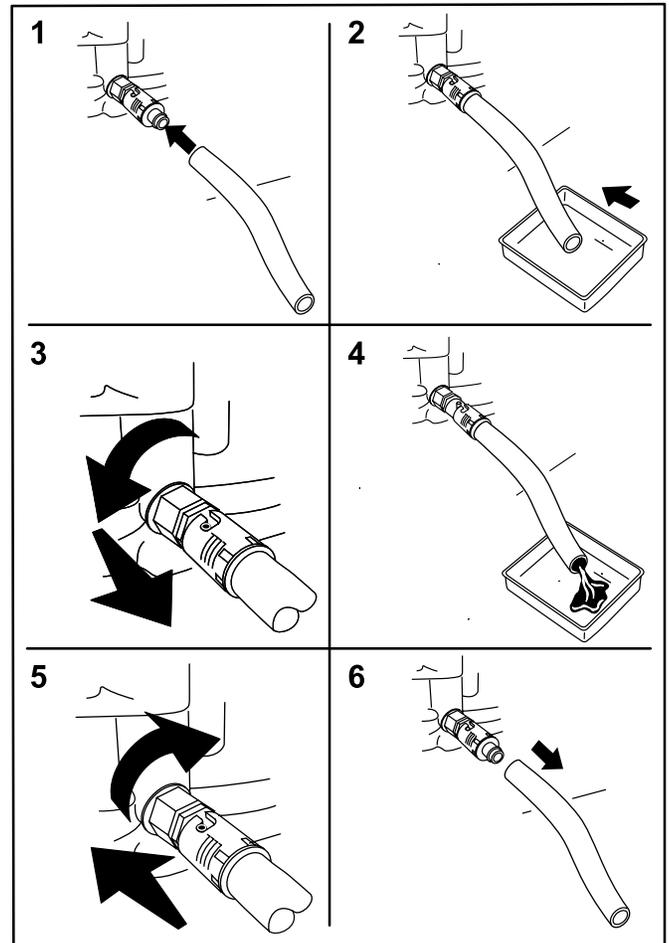

Figura 26
4. Instale o tubo de drenagem na válvula de drenagem de óleo do motor (Figura 26).
5. Coloque a outra extremidade do tubo num recipiente adequado para óleo (Figura 26).
6. Rode a válvula de drenagem de óleo 1/4 de volta no sentido contrário ao dos ponteiros do relógio para começar a drenar o óleo (Figura 26).
7. Quando todo o óleo tiver sido drenado, rode a válvula de drenagem de óleo 1/4 de volta no sentido dos ponteiros do relógio para fechar a válvula (Figura 26).